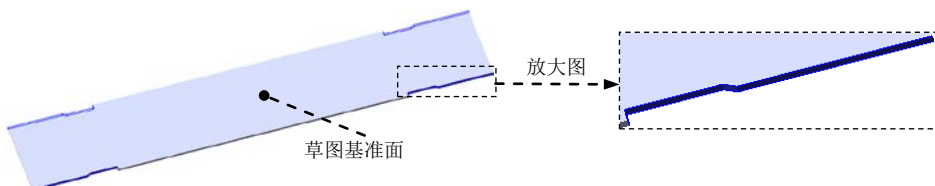

图 11.3.10 切除—拉伸 1
Step3. 创建图 11.3.10 所示的切除—拉伸 1。
(1) 选择命令选择下拉菜单 **插入(I)** → **切除(C)** → **拉伸(E)...** 命令。
(2) 定义特征的横断面草图。
① 定义草图基准面。选取图 11.3.10 所示的表面作为草图基准面。